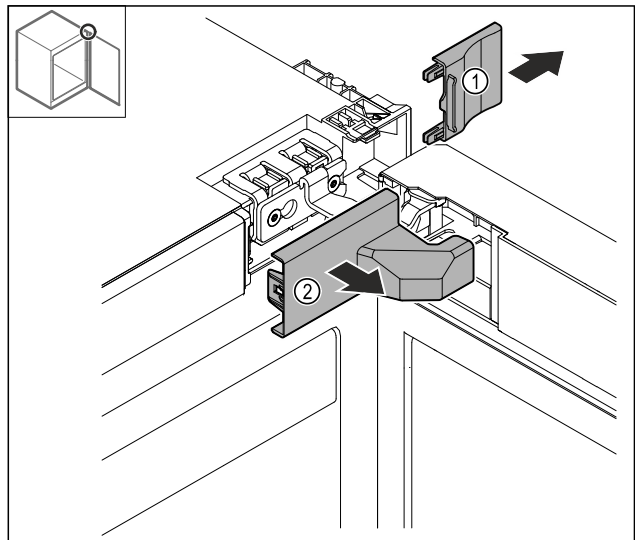

Fig. 6
- Ta bort skyddet Fig. 6 (1) och sedan skyddet Fig. 6 (2).